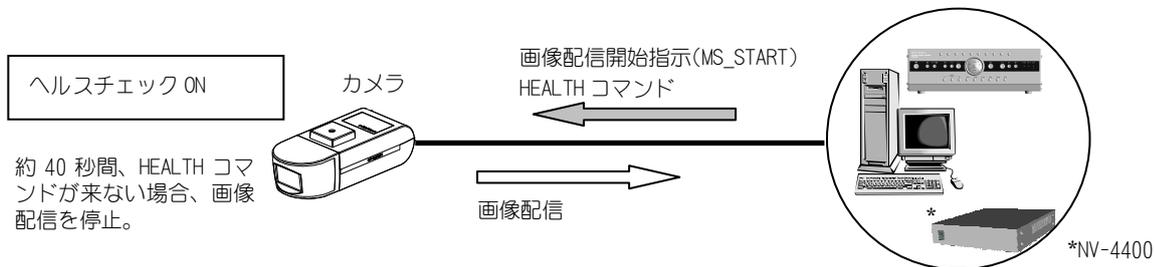

図 15-5 ヘルスチェック ON
- (1) ネットワークカメラは、図 15-5に示す様に配信開始コマンド(MS_START)を受信すると、画像配信を開始します。
- (2) 以降、ネットワークカメラは HEALTH (ヘルス) コマンドを受信している間、画像配信を続けます。
- (3) ネットワークカメラは HEALTH コマンドが約 40 秒間送信されてこないと、画像配信を停止します。